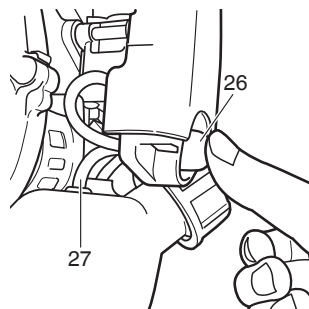

Fig. 16
- (2) Pressez la poire de la pompe d'amorçage (26) à plusieurs reprises pour que le carburant puisse s'écouler par le tuyau de retour (27). (Fig. 16)